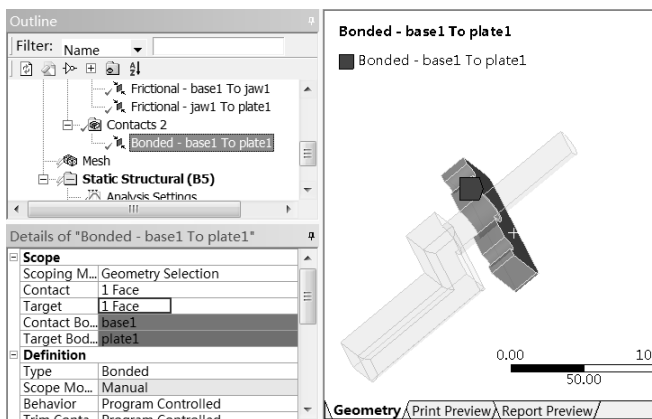

图 13-64 设置接触面
Step12：如图 13-64 所示，选择零件下表面，然后单击 **Bonded - No Selection To No Selection** 图标，在 Details of “Bonded” 面板的 Scope Target 中单击 Apply 按钮，确定选择。